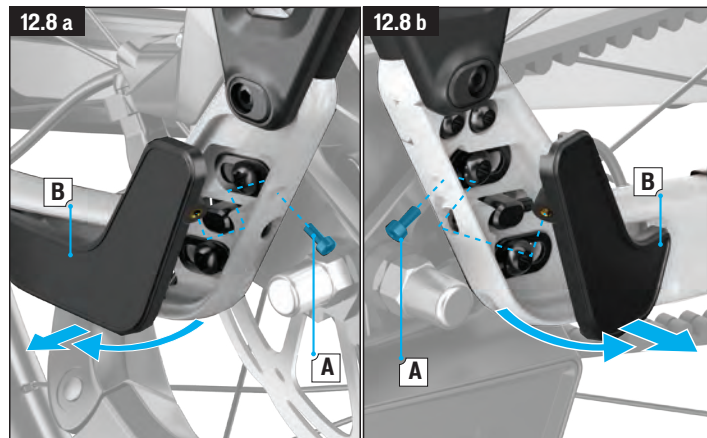

Abb. 12.8 A und B
- Entfernen Sie die Abdeckungen von den verstellbaren Ausfallenden (Abb. 12.8, A und B).
- Entfernen Sie mit einem TX25-Schlüssel die oberen Schrauben vom Rahmenschluss (A) und die Rahmenschluss-Zylindermutter (B) aus dem Ausfallende.
- Ziehen Sie die Kettenstrebe und die Sattelstrebe auseinander und schieben Sie den Zahnriemen vorsichtig durch die Öffnung in der Sattelstrebe (C).